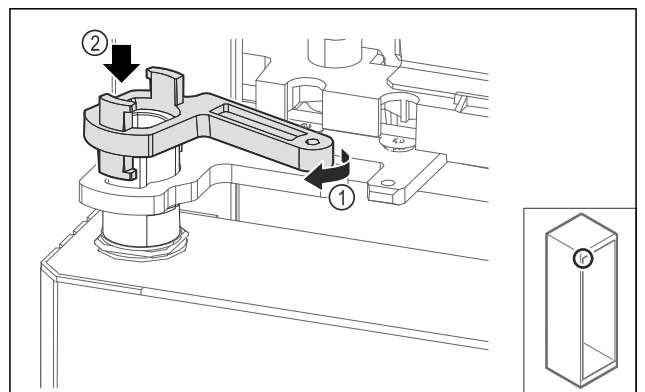

Fig. 70
- ▶ Drei låsen til lagerbukken lett Fig. 70 (1) og sett den på bøssingen Fig. 70 (2).